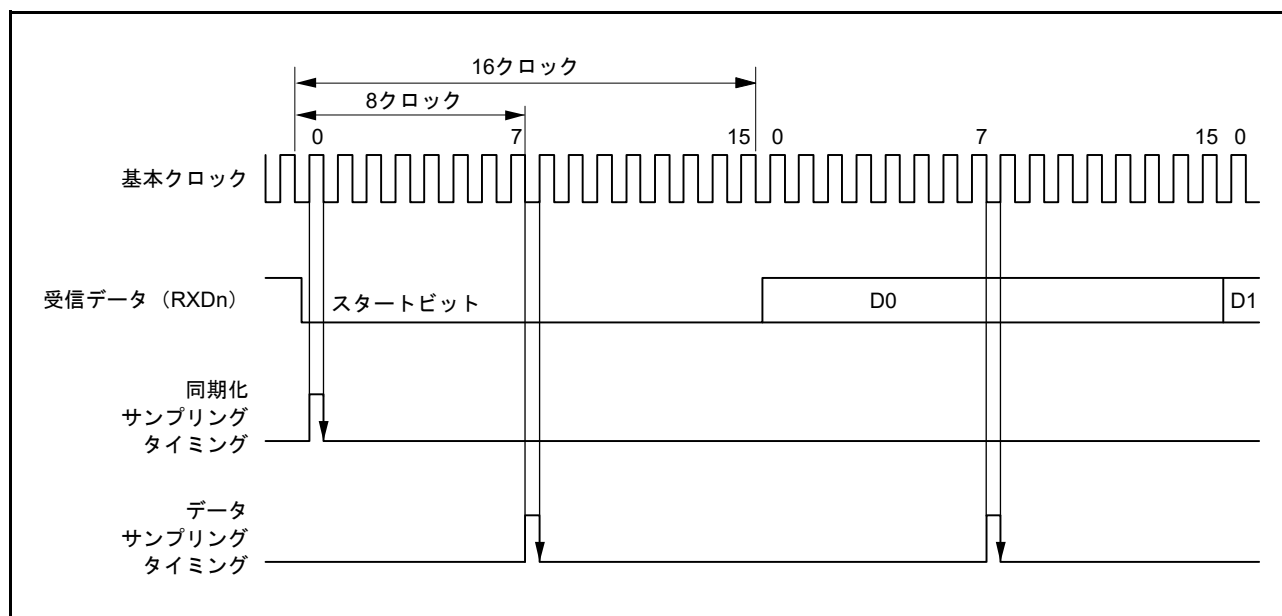

図 26.6 調歩同期式モードの受信データサンプリングタイミング
受信時はスタートビットの立ち下がりをもとに基本クロックでサンプリングして内部を同期化します。また、図 26.6 に示すように受信データを基本クロックの 8 サイクル目 (注 1) の立ち上がりエッジでサンプリングすることで、各ビットの中央でデータを取り込みます。したがって、調歩同期式モードでの受信マージンは式 (1) のように表わすことができます。